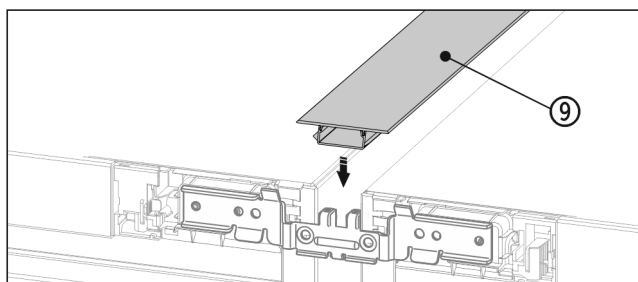

Fig. 20 \*
- Na horní straně zatlačte krátkou krycí lištu Fig. 20 (9) do horizontální spáry.\*